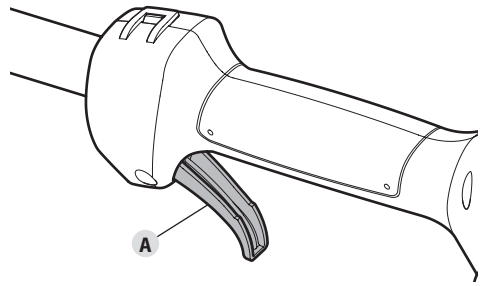

Fig. 15
- Apriete y mantenga oprimido el control del acelerador (Fig. 15-A).
- Suelte el control del acelerador (Fig. 15-A) y deje que el motor funcione en ralentí.